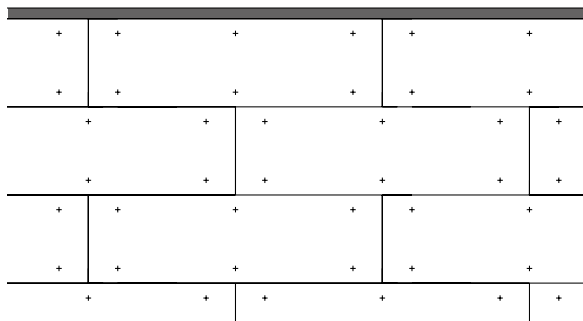

Fig. 5 : Exemple de disposition des agrafes
- ancrés pour un équipement sur chantier des panneaux (fig. 5),